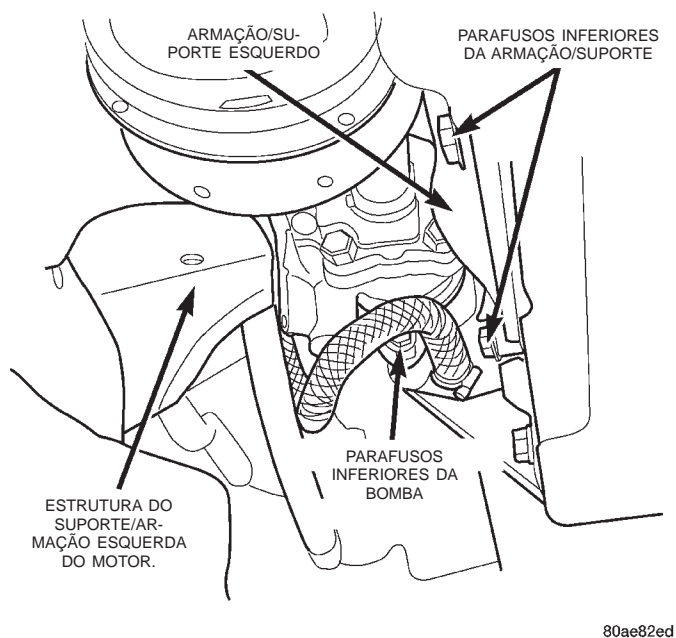

Fig. 2 Armação do Lado Esquerdo—VM Diesel
(4) Remova o parafuso de aperto do acoplamento em 'H' do eixo da bomba.
(5) Remova os parafusos (2) do acoplamento em 'H' do lado da bomba.
(6) Remova os dois parafusos (2) do acoplamento em 'H' do lado do compressor de A/C.
(7) Afrouxe os parafusos do compressor de A/C e separe o compressor do suporte. Não desconecte as mangueiras do A/C.
(8) Remova os parafusos (4) do suporte de montagem esquerdo.
(9) Remova o suporte de montagem esquerdo (Fig. 2). Consulte o Grupo 9, “Motor” para obter os procedimentos.